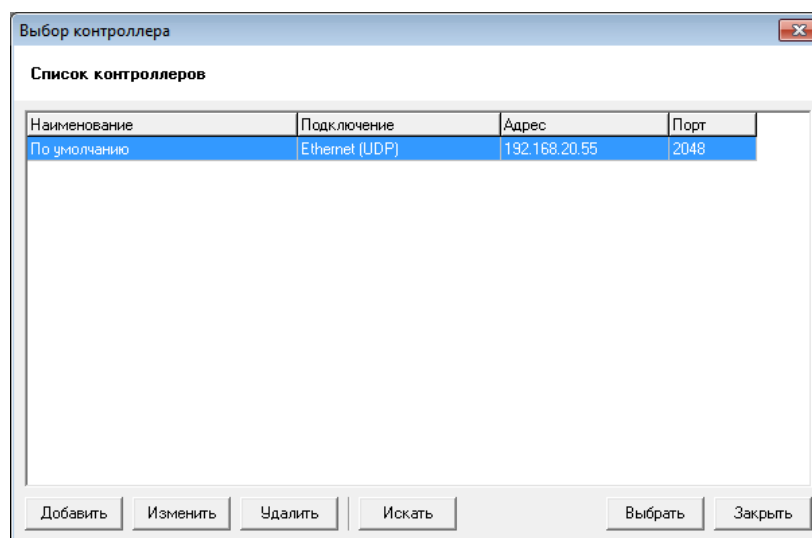

Рисунок 29 – Диалог "Выбор контроллера"
- 7) Выберите пункт меню "Контроллер/Получить конфигурацию из контроллера". Откроется диалог "Выбор контроллера" (см. Рисунок 29) с параметрами контроллера по умолчанию.